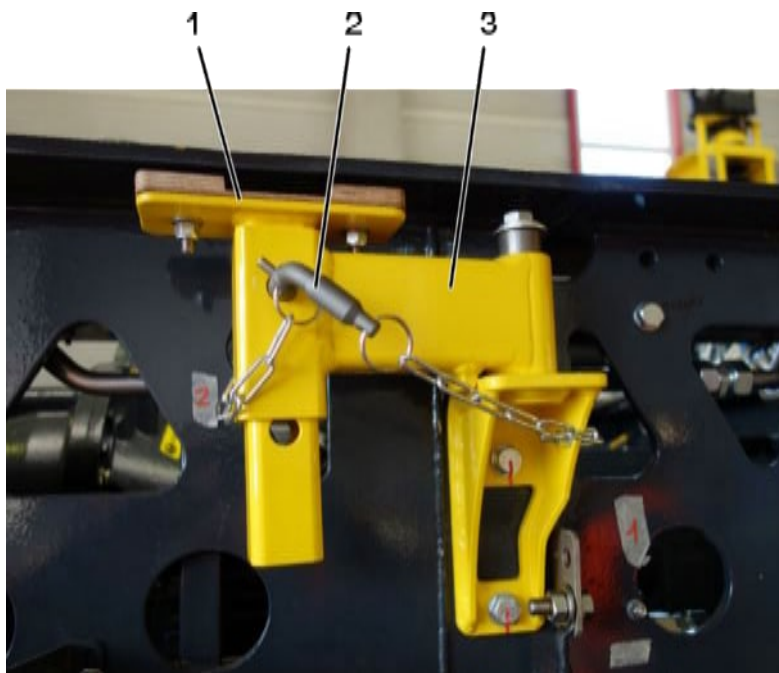

Abb. 128: Schwenkbarer Schienencouponträger (eingeklappt, Auflage nicht in Beladeposition)
Schwenkbaren Schienencouponträger (im abgesenkten Bereich der Ladebrücke) in Beladeposition bringen, dazu Schwenkarm, siehe Abb. 128 (3) anheben und um 90° drehen.